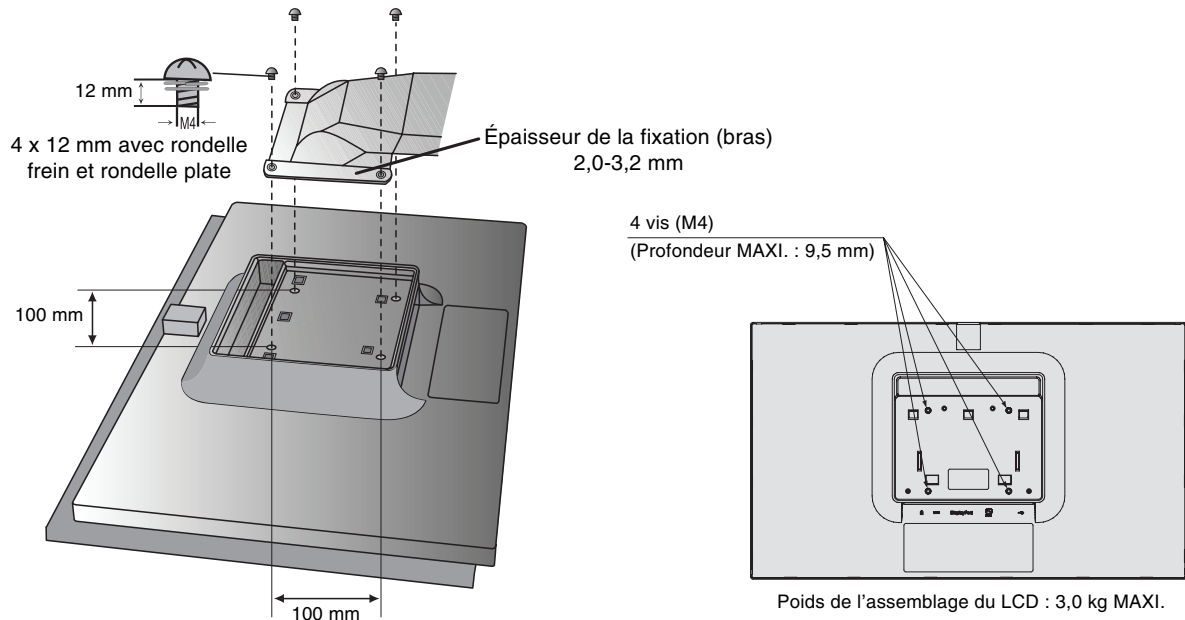

Figure F.1
2. Utilisez les 4 vis pour fixer le bras au moniteur (**Figure F.1**).